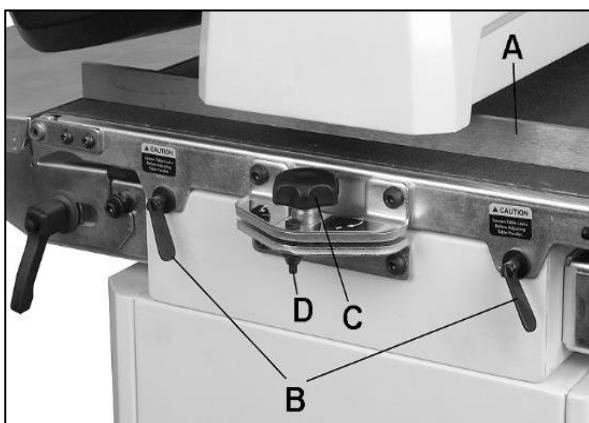

Abb. 8-4: Parallel Ausrichten der Trommel
3. Die Lehre auf der Außenseite der Trommel (A, Abb. 8-4) zwischen Trommel und Vorschubtisch einführen.
3. Ist eine Stufe an der Überlappungsstelle sichtbar, den Vorschubtisch durch Drehen des Einstellknaufs (C, Abb. 8-4) weiter absenken.
Hinweis: Beim Schleifen von schmalen Schleifgut in einem Durchgang, den Vorschubtisch wieder in die parallele Position bringen. Den Einstellknauf in die entgegengesetzte Richtung drehen, bis die Sicherungsschraube (D, Abb. 8-4) berührt wird. Die Sicherungsschraube dient als Festanschlag zur schnellen Rückkehr auf parallel.